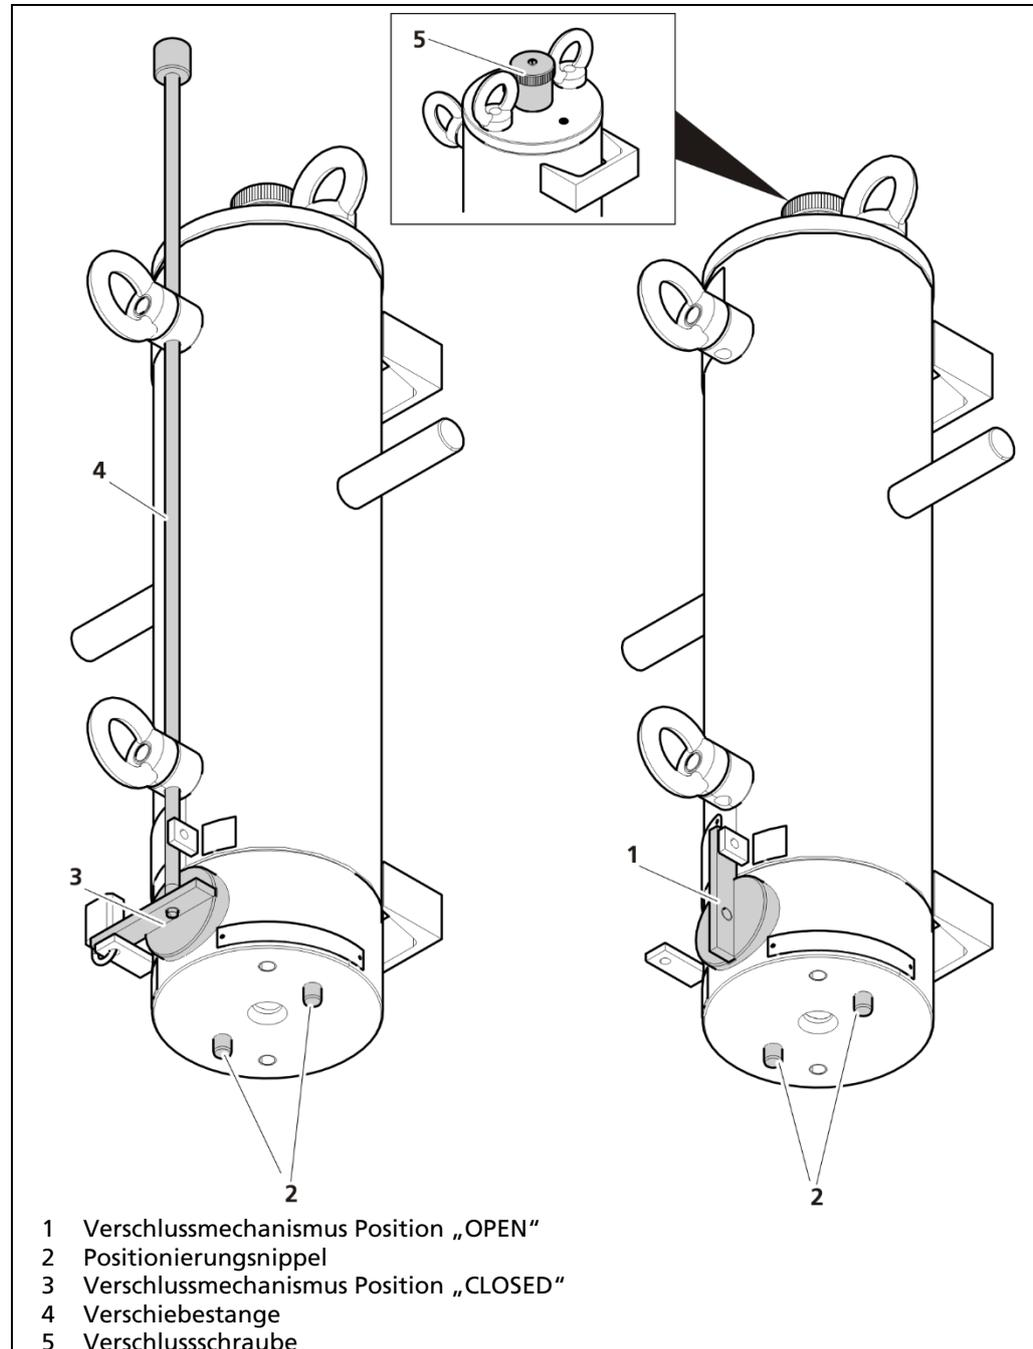

Abb. 7 Links: Verschlussmechanismus in Position „CLOSED“, gesichert durch Verschiebestange. Rechts: Verschlussmechanismus in Position „OPEN“
5. Entfernen Sie die Verschlusschraube (Abb. 7, Pos.5) an der Oberseite der Transferabschirmung.
6. Nehmen Sie die Verschiebestange (Abb. 7, Pos.4) aus der Halterung heraus und schrauben Sie diese von oben in den Kopf des Strahlers innerhalb der Transferabschirmung ein.